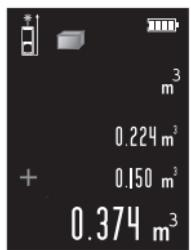

Fig. 6
Step 3 - Premere brevemente il tasto , dispositivo calcola la somma e la mostra nel display principale come Fig.6